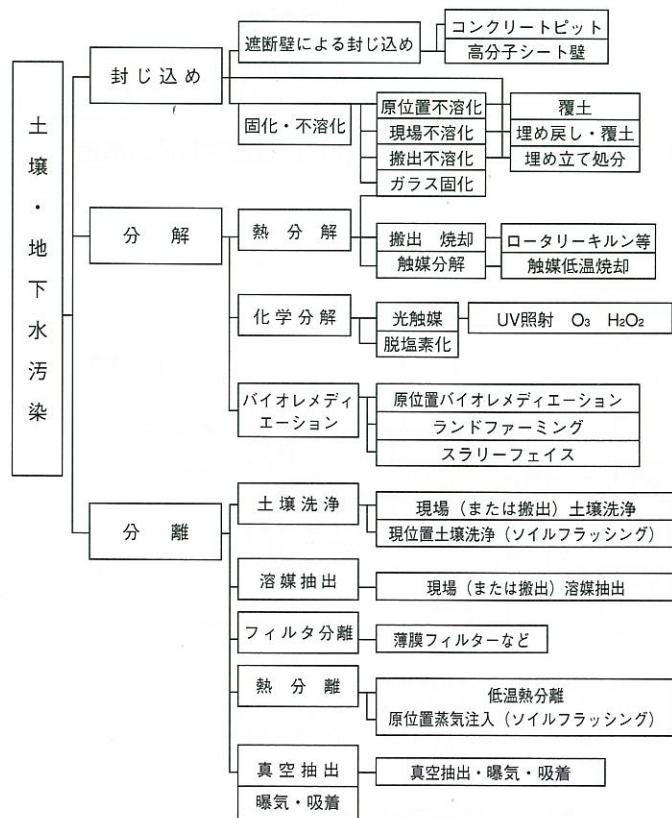

図8.1 土壌・地下水汚染対策技術分類
これを技術原理に対応させると、①封じ込め、②分解技術、③分離技術の三大要素技術に大別できるように見える。この原理を基に国内外で行われてきた修復技術を分類すると図8.1のようになる。